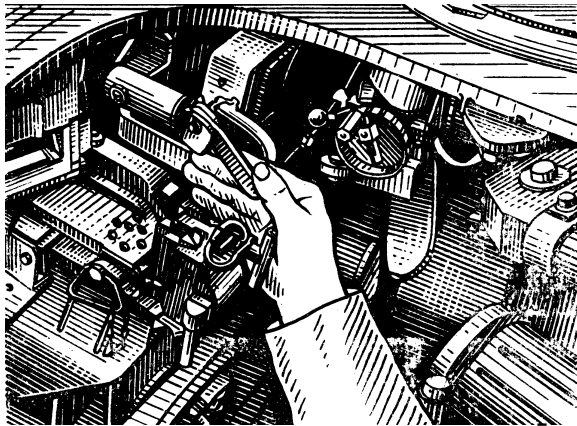

Рис. 30. Зняття (постановка) зі стопору спареної установки
- знімає зі стопора спарену установку, для чого обертає рукоятку стопора на лівому боці бронювання гармати вниз до фіксації (Рис. 30);